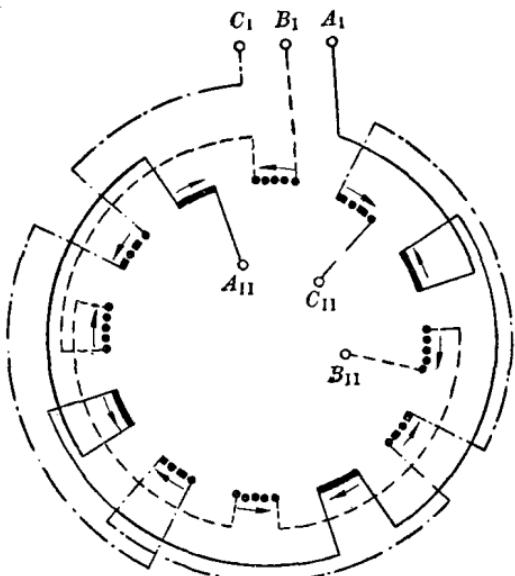

图 11 三相绕组的接线参考图
(1) 如图 11 所示是一个 4 极电动机，先画出 12 个线圈。为便于分别三相起见，可以用不同的符号，或不同的颜色来画。
(2) 从任何一个线圈开始，在里面画一个箭头，然后按次序一正一反画下去。